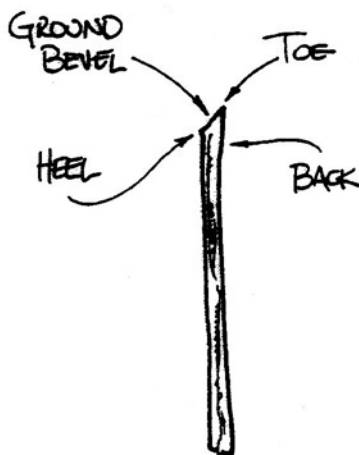

FIG.1 -
- Halterung zum Schärfen der Klinge - Es ist erforderlich, die Halterung zur Schleifkante der Schabklinge zu justieren. (s. Fig.1, Detailbezeichnungen der Klinge.) Schieb die Klinge in den 45° - Einschnitt der Halterung und Dreh die Stellschraube rein oder raus, bis die Klingenkante perfekt flach auf deinem Schleifstein liegt. Fahr der Länge und Breite nach mit einem Filzstift über die Klingenkante, um die korrekte Justierung zu überprüfen. Dreh die Stellschraube rein oder raus, bis die Tinte über die